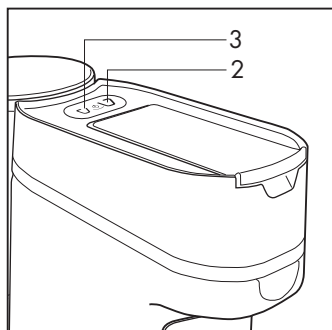

Fig. 4
- Allumer la machine en appuyant sur le symbole (2) ou (3), ou simultanément sur les deux symboles, (2) et (3) (**Fig. 4**). Les symboles (2-3) clignotent jusqu'à ce que la température soit atteinte ; quand les symboles (2- 3) s'allument fixe, la machine est prête à fonctionner.
Pour utiliser à nouveau la machine, appuyer sur un symbole de distribution (2-3) et attendre la fin du chauffage : les symboles de distribution (2-3) clignotent jusqu'à ce que la température soit atteinte ; quand les symboles (2-3) s'allument fixe, la machine est prête à fonctionner (Fig. 4).
La machine peut être éteinte en maintenant enfoncé simultanément pendant 5 secondes les symboles (2-3) (**Fig. 4**).
- S'assurer de l'absence de capsules à l'intérieur de la machine et de la présence d'eau dans le réservoir (8) ; allumer la machine en appuyant sur le symbole (2) ou (3), ou simultanément sur les deux symboles, (2) et (3), sur le modèle à 2 Doses. Sur le modèle à 1 Dose, appuyer sur le symbole (3) (**Fig. 4**).